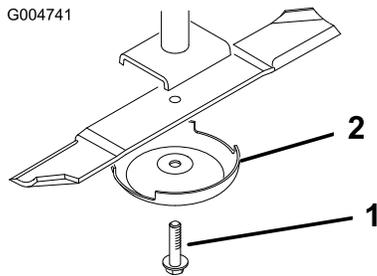

Figura 81
2. Afferrate l'estremità della lama con un cencio o un guanto bene imbottito. Togliete il bullone, la coppa antistrappo e la lama dall'asse del fusello (Figura 81).